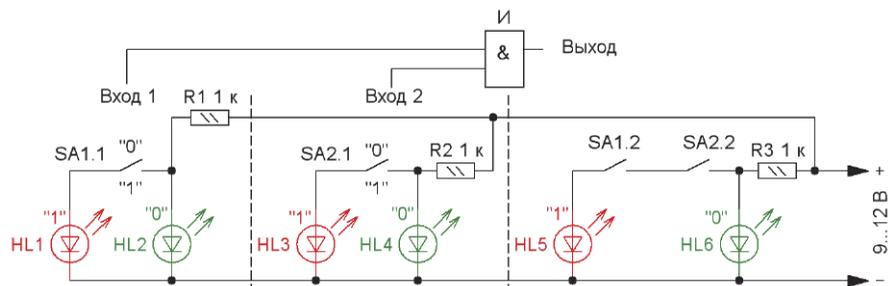

Рис. 5
**"И"** (AND) — логический элемент, выполняющий функцию совпадения (рис. 5). Его эквивалентную схему можно представить в виде двух или нескольких (по числу входов) последовательно включённых электрических